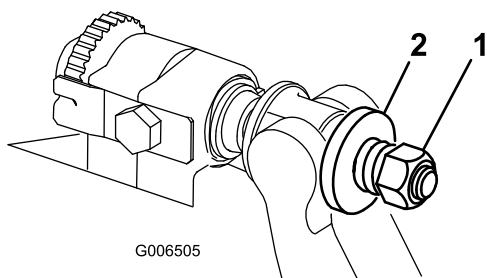

Figura 27
4. Aperte a porca da mola tensora até que a mola fique recolhida; em seguida, desaperte meia volta (Figura 27).